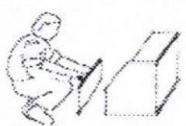

Рис.10
- Откройте короб с верхней защитной частью, затем приступайте к сборке всех частей машины (Рис.10).